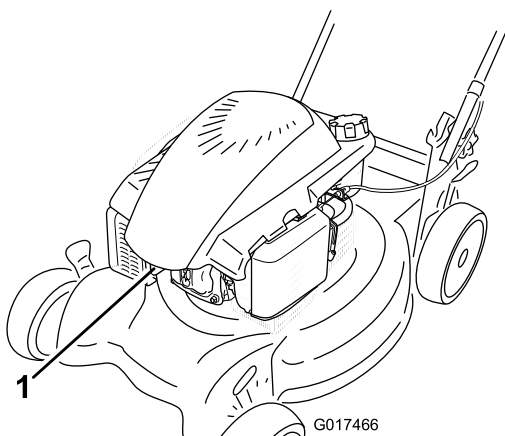

Figura 36
2. Desconecte el cable de la bujía (Figura 36) antes de realizar cualquier procedimiento de mantenimiento.